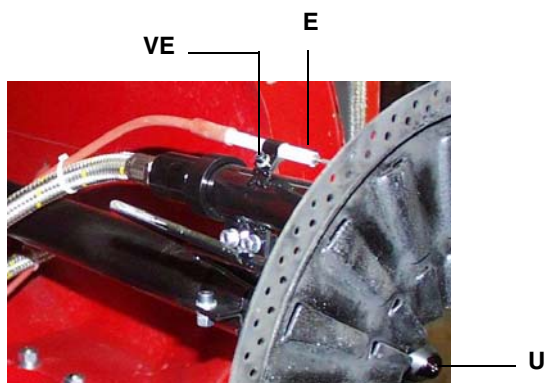

Рис. 25
- 5) вынуть электрод и заменить его, выдерживая размеры, указанные на Рис. 25.